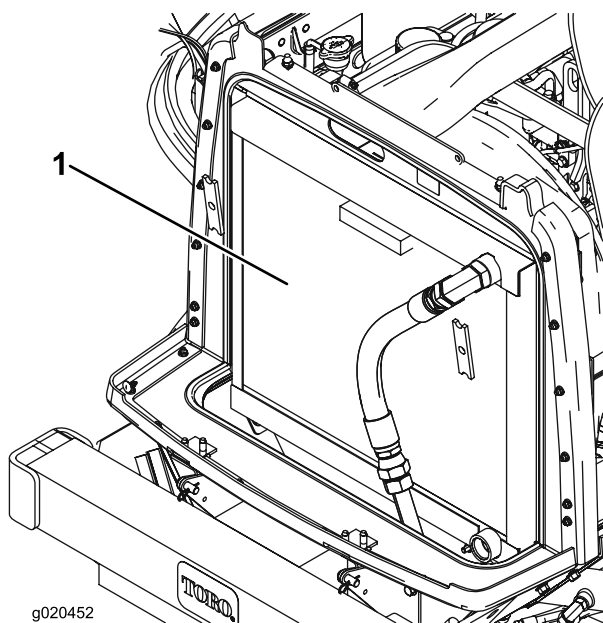

Figure 66
2. Nettoyez soigneusement les deux côtés du radiateur/refroidisseur (Figure 66) à l'air comprimé. Commencez par le côté ventilateur et soufflez les débris vers l'arrière. Nettoyez ensuite en soufflant de l'arrière vers l'avant. Répétez cette procédure plusieurs fois jusqu'à ce qu'il ne reste plus aucun débris.